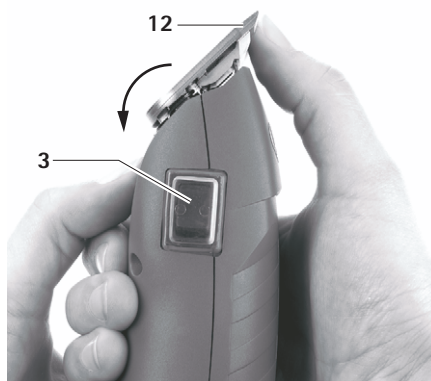

Fig. 5
- Déployer la tête de tonte 12 vers l'avant, voir Fig. 5.